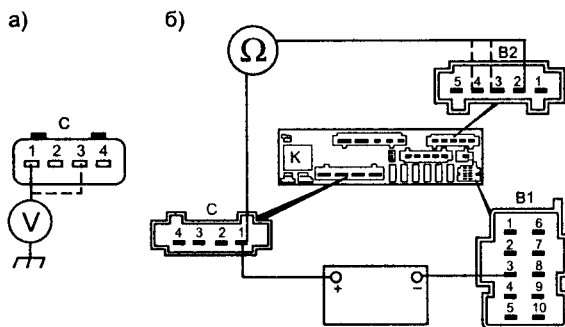

Рис. 1.5.11. Система обеспечения ЭСУД
- отключают блок реле обеспечения ЕСМ (Х28) от разъемов и проверяют наличие напряжения 11...14 В на контактах С1 (должно присутствовать постоянно) и С3 (только при включенном зажигании) разъема монтажного блока (см. рис. 1.5.11а и рис. 1.5.2—1.5.4). Если питания нет, проверяют замок зажигания и соответствующие соединения;
- собирают диагностическую схему (см. рис. 1.5.11б) и проверяют работоспособность блока реле обеспечения ЕСМ (см. табл. 1.5.7).